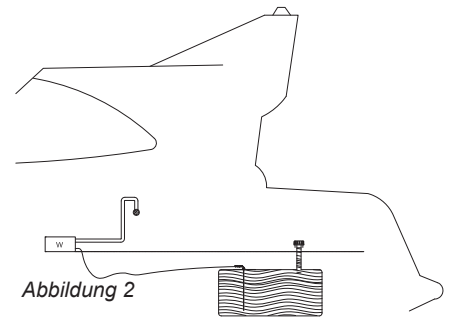

Abbildung 2
2. Der Brennstoff kann zeitweise über den Brenner/Herd steigen (z. B. im Brennstofftank-Füllstutzen oder wenn sich das Boot neigt). Abbildung 2.